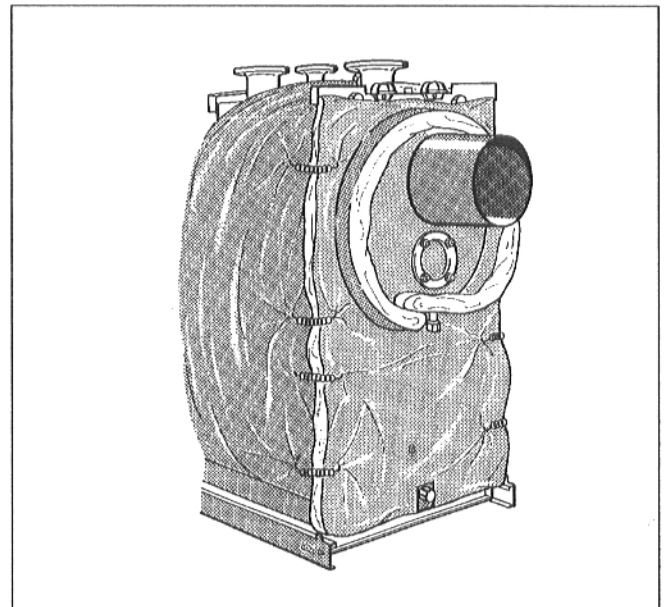

Рис. 11
- Наложить теплоизоляционный мат на заднюю стенку котла и прикрепить их к теплоизоляционному мату, расположенному по периметру котла, используя по 8 натяжных пружин (Рис. 11).
- Уложить теплоизоляционные ленты вокруг газосборника отходящего газа и закрепить их внахлестку посредством одной натяжной пружины (Рис. 11).